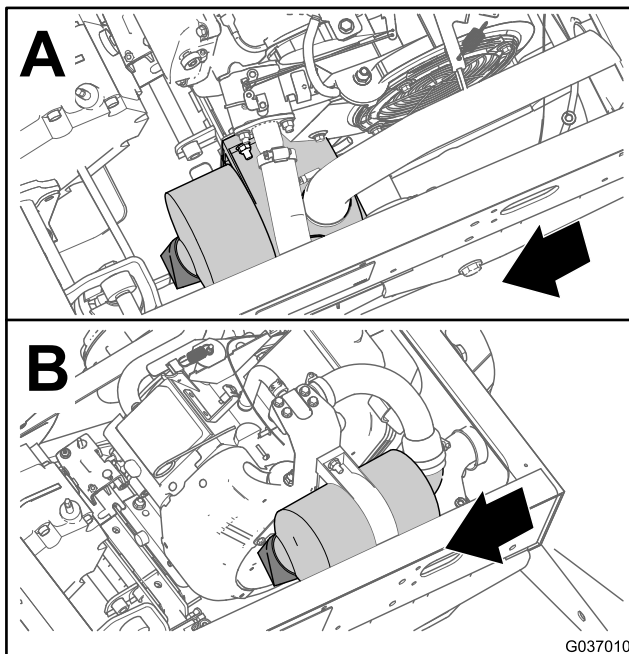
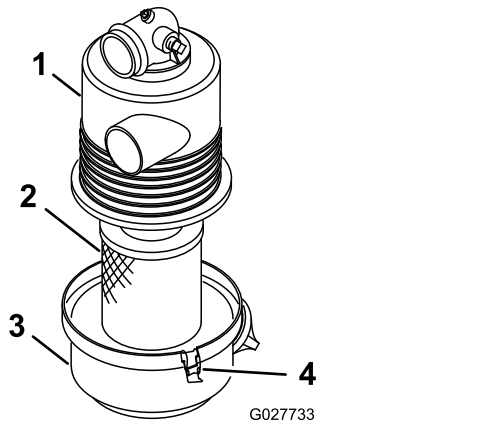

Bild 29
Bild 30
2. Prüfen Sie das Luftfiltergehäuse auf Schäden, die eventuell zu einem Luftleck führen könnten (Bild 29 und Bild 30).
- Lösen Sie die Riegel, mit denen die Abdeckung des Luftfilters am Luftfiltergehäuse befestigt ist (Bild 30).
- Nehmen Sie die Luftfilterabdeckung vom Luftfiltergehäuse ab und reinigen Sie die Innenseite der Abdeckung (Bild 30).
- Setzen Sie den Luftfiltereinsatz in das Luftfiltergehäuse ein (Bild 30).
- Fluchten Sie die Luftfilterabdeckung mit dem Luftfiltergehäuse aus (Bild 30).
- Befestigen Sie die Abdeckung mit den Laschen am Gehäuse (Bild 30).